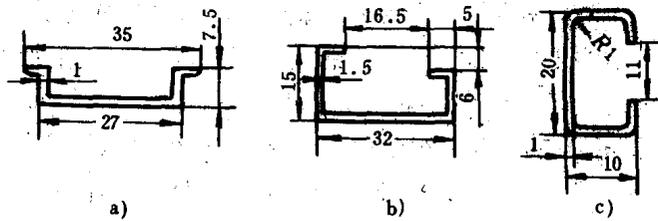

图 0-3 IEC715 推荐的各种安装轨
1) 产品遵循最新标准 服从的标准有: (1) 1981年正式公布的 IEC715《低压开关和控制设备的尺寸与安装轨》。直接夹紧在轨道上, 如 TH型(顶帽型)轨或 G型轨; 以及藉助螺栓或钩型附件固装的 C型轨, 见图 0-3。(2) 1978年首次公布的 IEC629《模数系统》标准中, 规定电器的宽度尺寸以 12.5mm 为模数; 而欧共体则选择 9mm 为电器宽度尺寸的模数, 他们认为电器设计、工艺、材料的发展已有条件设计得更小, 从而在国际上形成了两个流派。(3) 1984年修订的 BS5486-13《终端组合电器的特殊要求》标准中, 详细规定了适合于非熟练人员使用的终端组合电器的线路方案、技术性能和各种安全要求等。标准中规定组合电器通常应具有进线隔离开关(主开关), 再经母线接至各支路开关, 它可由熔断器式隔离器、小断路器、漏电开关组成, 并由用户根据需要选用一种或数种。